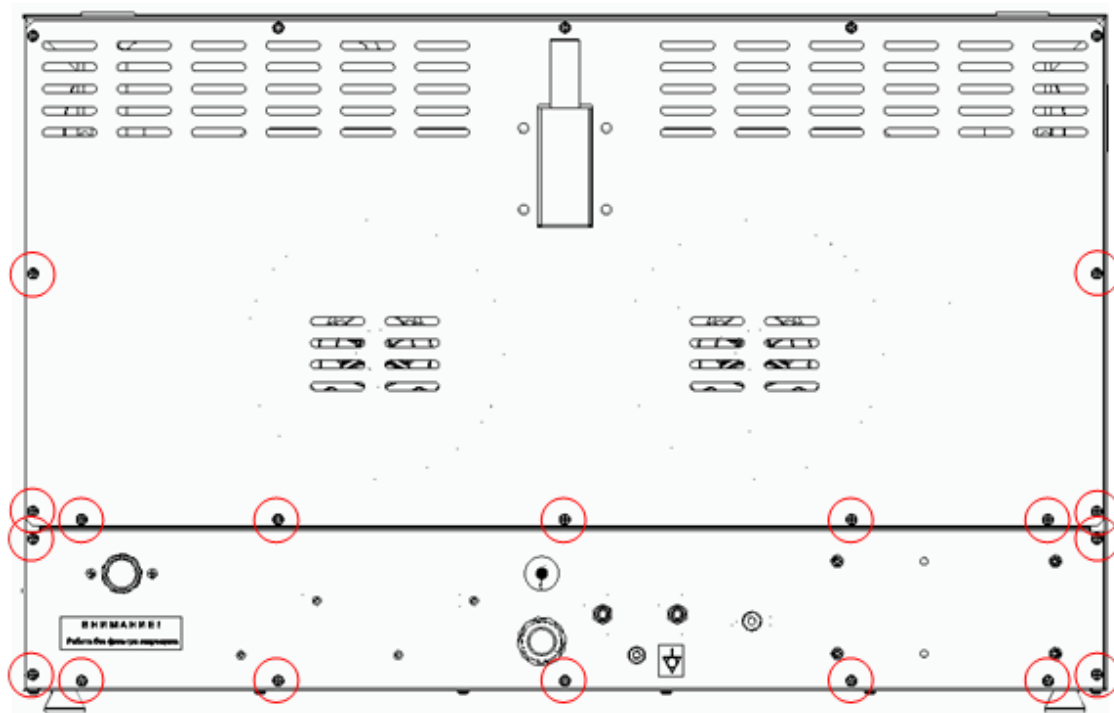

Рис. 3
11.Используя отвертку с крестовым шлицем, снять саморезы крепления задней стенки и щита монтажного (см. рис. 3).
42. Установить щит монтажный и зафиксировать саморезами при помощи отвертки с крестовым шлицем (см. рис. 3).